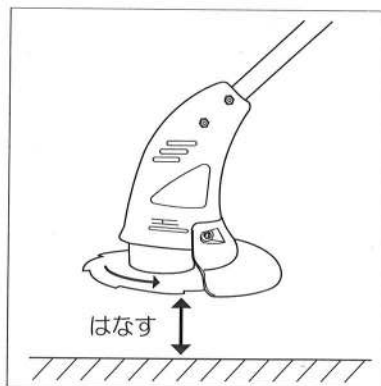

図9
- ①ハンドル、フロントハンドルを持って本機を地面より浮かし、スイッチの引き金を引いてください。(図9参照)
- ②刈り込みは、モーターの回転を十分に上げてから、刈払刃を地面と平行にして右から左方向に刈り込み作業をしてください。